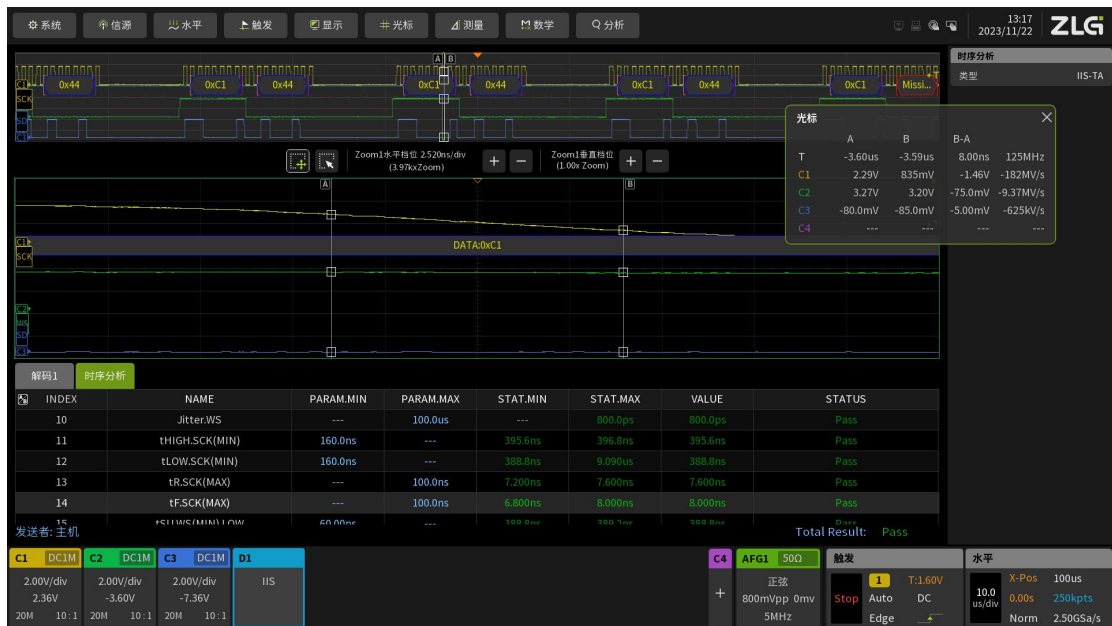

图 2.21 数据分析
- 在测试列表中旋转旋钮 A/B 可查看测试表中的参数测试结果，需要查看某一项参数测试细节可通过旋钮 A/B 选中后短按旋钮 A/B，此时屏幕中的缩放窗口将跳转至所选数据的测试部位，如图 2.21 所示。